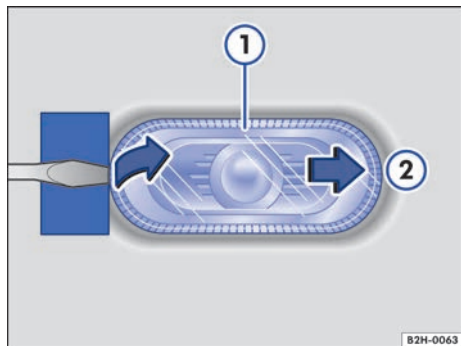

Fig. 203 Lado izquierdo del vehículo: desmontar la luz de giro lateral.
2.	Introduzca la hoja plana del destornillador de las herramientas de a bordo en el lado de la luz de giro lateral más próximo a la parte trasera del vehículo → ⓐ. Desplace la luz de giro lateral hacia atrás en contra de la fuerza del muelle → fig. 203 ⓑ.